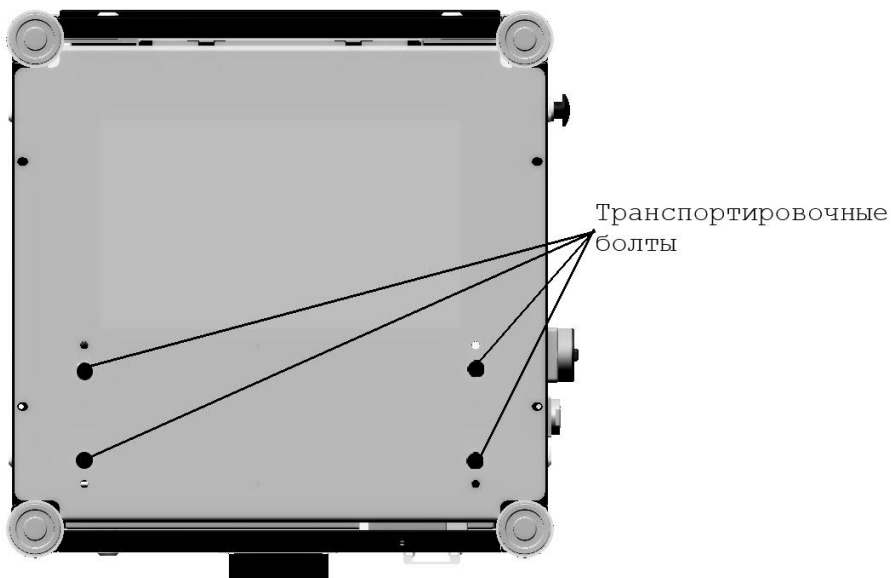

Рисунок 2.2 – Транспортировочные болты площадки двигателя (вид снизу)
- открутить транспортировочные болты площадки двигателя – 4 шт. гаечный ключ 19мм(рис. 2.2);